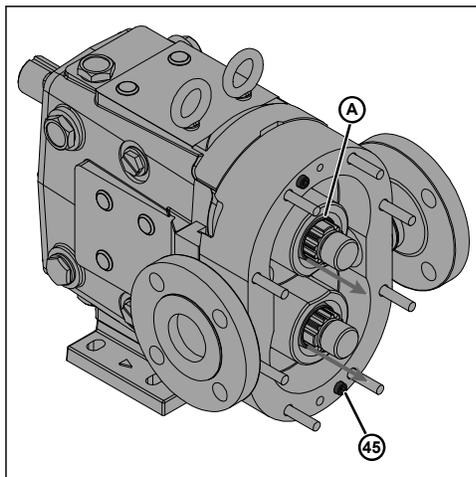

Ilustración 121 - Instalar tornillo de cabeza
4. Fije el cuerpo de la bomba a la caja de engranajes con dos tornillos de cabeza cilíndrica (45).
5. Retire las dos herramientas del mandril (A) del cuerpo de la bomba, como se muestra en la Ilustración 121.